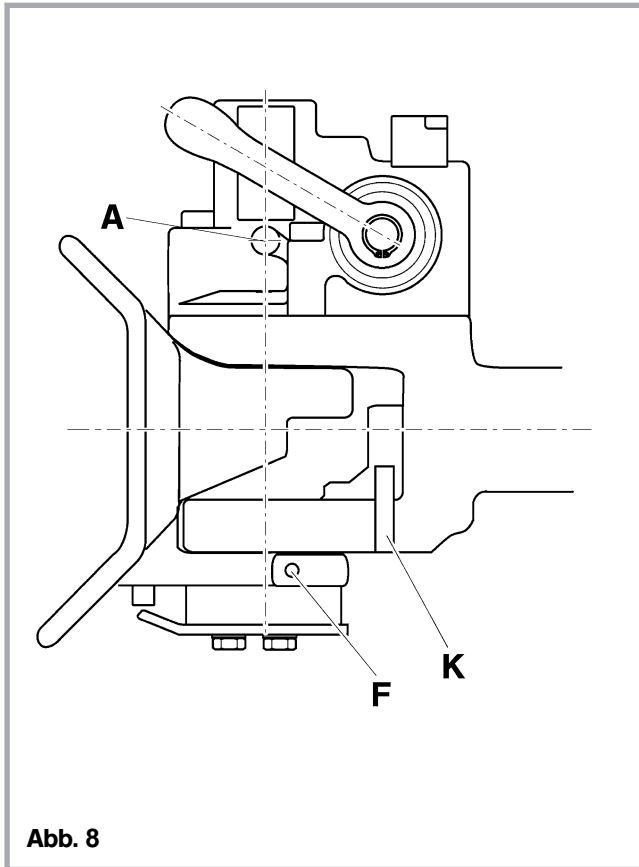

Abb. 8
- Bei schweren Einsatzbedingungen, starker Schmutz- und Wassereinwirkung die Automatikeinheit (**A**) bei geöffneter Kupplung nachfetten (s. Abb. 8):